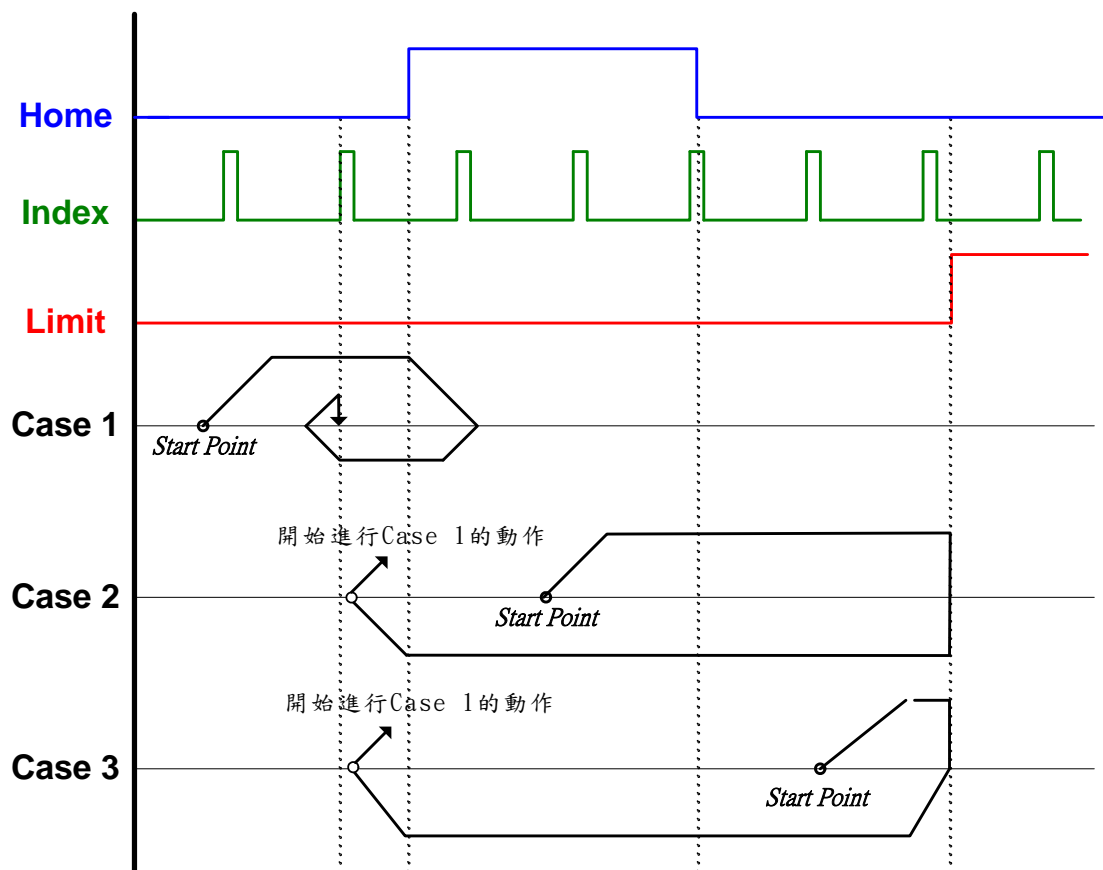

Figure 2.8.1 不同起始點對原點復歸動作的影響
- 原點復歸動作的起始點位置在 Home Sensor 區域中(如 Figure 2.8.1 的 Case 2)
- 依照指定的方向運動將無法進入 Home Sensor 區域，且將碰觸到極限開關(如 Figure 2.8.1 的 Case 3)